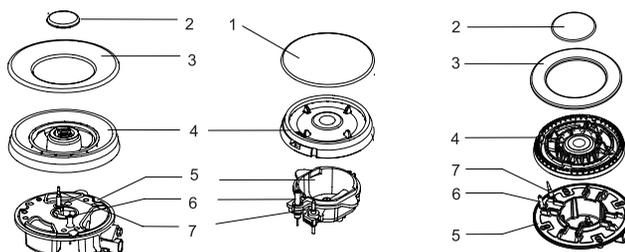

Рисунок 2
5. Термопара (см. Рисунок 2\*)